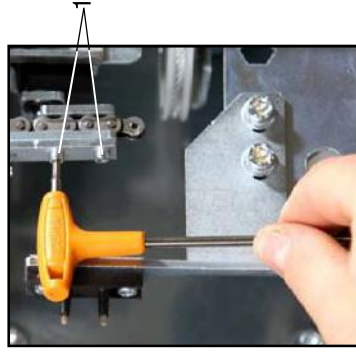
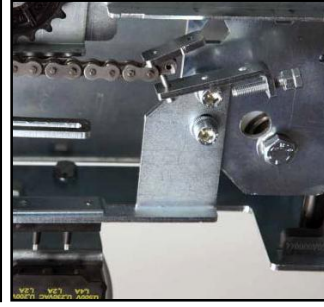

fig.1
fig.3
1. Allentare le viti (1) fig.1 e (2) fig.2 per liberare la catena (fig.3).